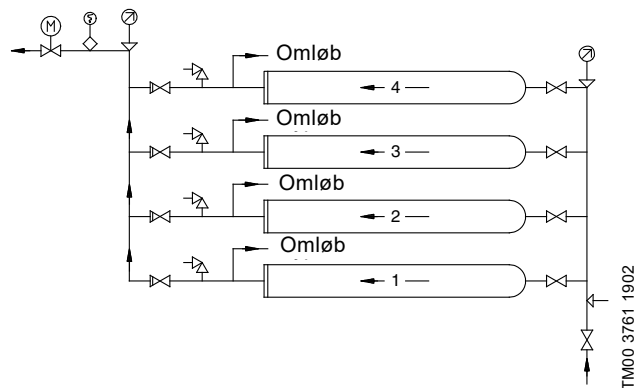

Fig. 7 Trykforøgeranlæg med fire parallelkoblede moduler, monteret over hinanden
Grundfos trykforøgermoduler leveres som standard uden en indbygget kontraventil. Dog kan en kontraventil indbygges på forespørgsel. Se fig. 7.
- For parallelkoblede moduler der er monteret over hinanden, anbefaler vi at tilslutte rørene som vist i fig. 7. Denne opsætning sikrer at modulerne er fyldt med vand før start.